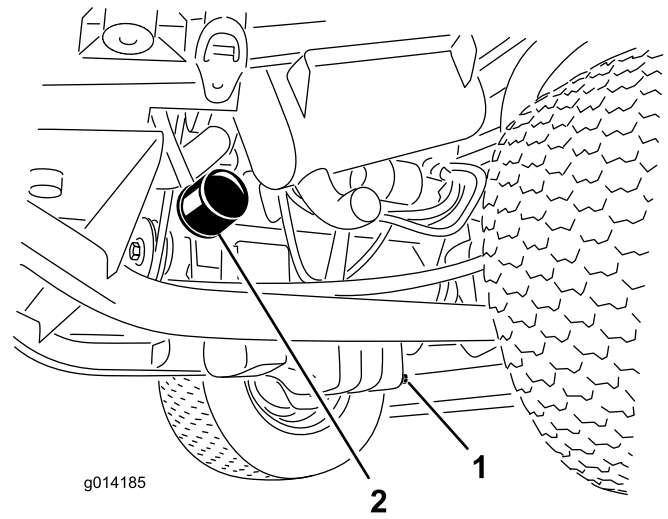

図 32
3. オイルフィルタ 図 32 を外す。
1. ドレンプラグ 図 32 を外してオイルを容器に受ける。